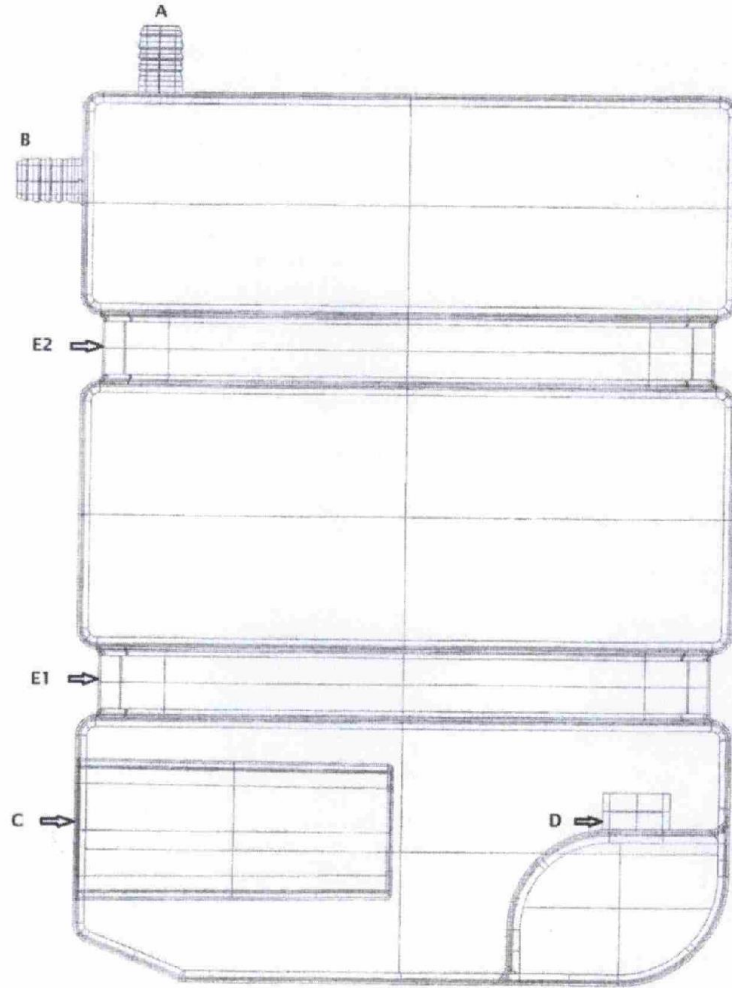

FIG 1.
45 Para una mejor comprensión de cuanto queda descrito en la presente memoria, se acompaña con un dibujo (FIG 1).
50 En el dibujo (FIG 1) vemos un dibujo con perspectiva simétrica del bidón ecológico para reciclaje de agua destilada en camiones remolques y semirremolques frigoríficos y sus diferentes partes: tubo de llenado (A), tubo de rebosadero (B), dispensador de jabón (C), grifo (D) ranuras para sujeción y anclaje (E1, E2).
- Para el anclaje y sujeción, se utilizarán las ranuras en el cuerpo del bidón (E1, E2) (FIG 1) mediante el uso de correas aceradas.
- 10 El tubo marcado con la letra A (FIG 1) se acoplará al manguito o manguera proveniente del equipo de frío por donde circula hacia el exterior el agua producto de la condensación, de tal manera que dicho agua, no se pierda en el asfalto, sino que se almacene en el interior del bidón.
- 15 Entretanto, al tubo marcado con la letra B (FIG 1) se le acoplará un manguito que irá desde el bidón hasta el exterior, dicho tubo hará las veces de rebosadero, de tal manera que una vez lleno el interior, el agua siempre fluya hacia el exterior, garantizando de esta forma el llenado, rebosado y limpieza automática del bidón.
- 20 En la parte superior del bidón, al lado contrario de los tubos de llenado y rebosado, encontramos una cavidad C (FIG 1) para uso opcional como dispensador de jabón, mientras que en la parte inferior de su lado, está ubicado el grifo D (FIG 1).